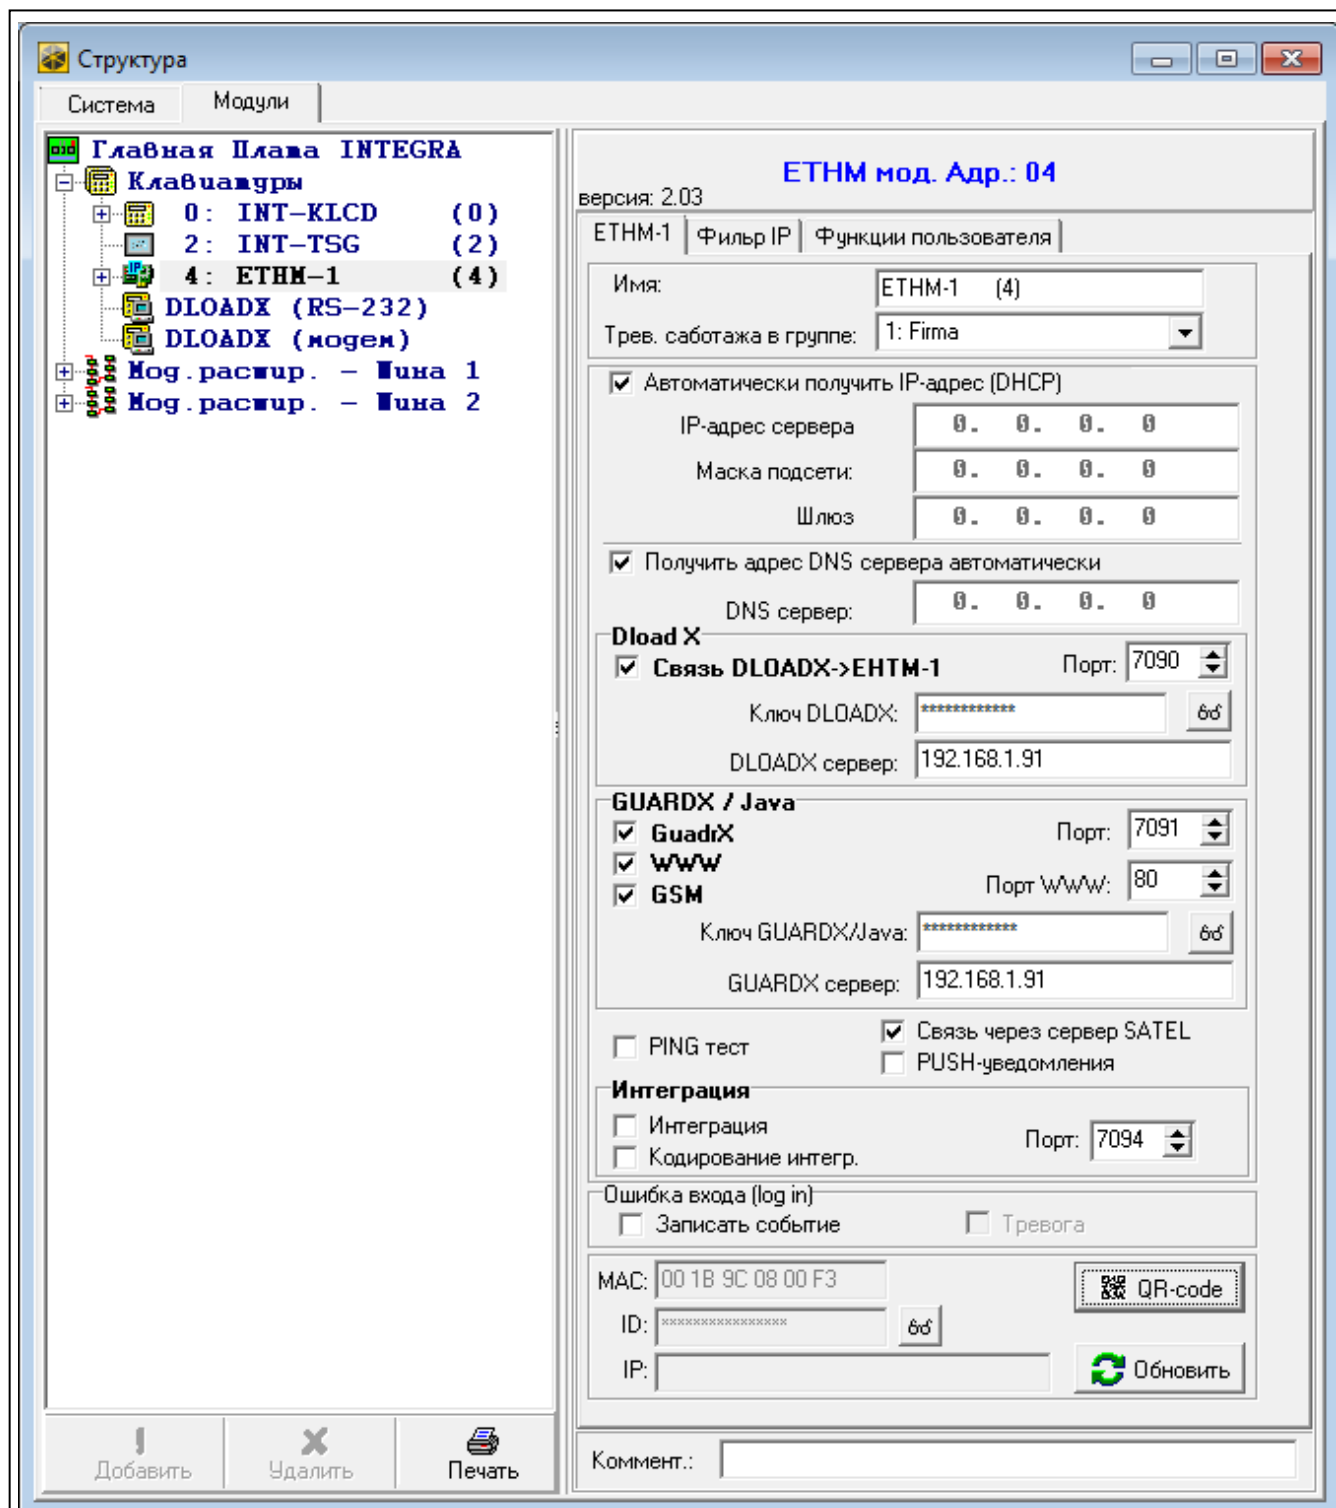

Рис. 5. Программа DLOADX: параметры и опции модуля ETHM-1 Plus в случае работы с прибором INTEGRA / INTEGRA Plus.
- программы DLOADX: → окно «Структура» → закладка «Модули» → ветка «Клавиатуры» → [название модуля] → закладка «ETHM-1» (рис. 5).
- с помощью программы DLOADX: внизу параметров и опций модуля (рис. 5).